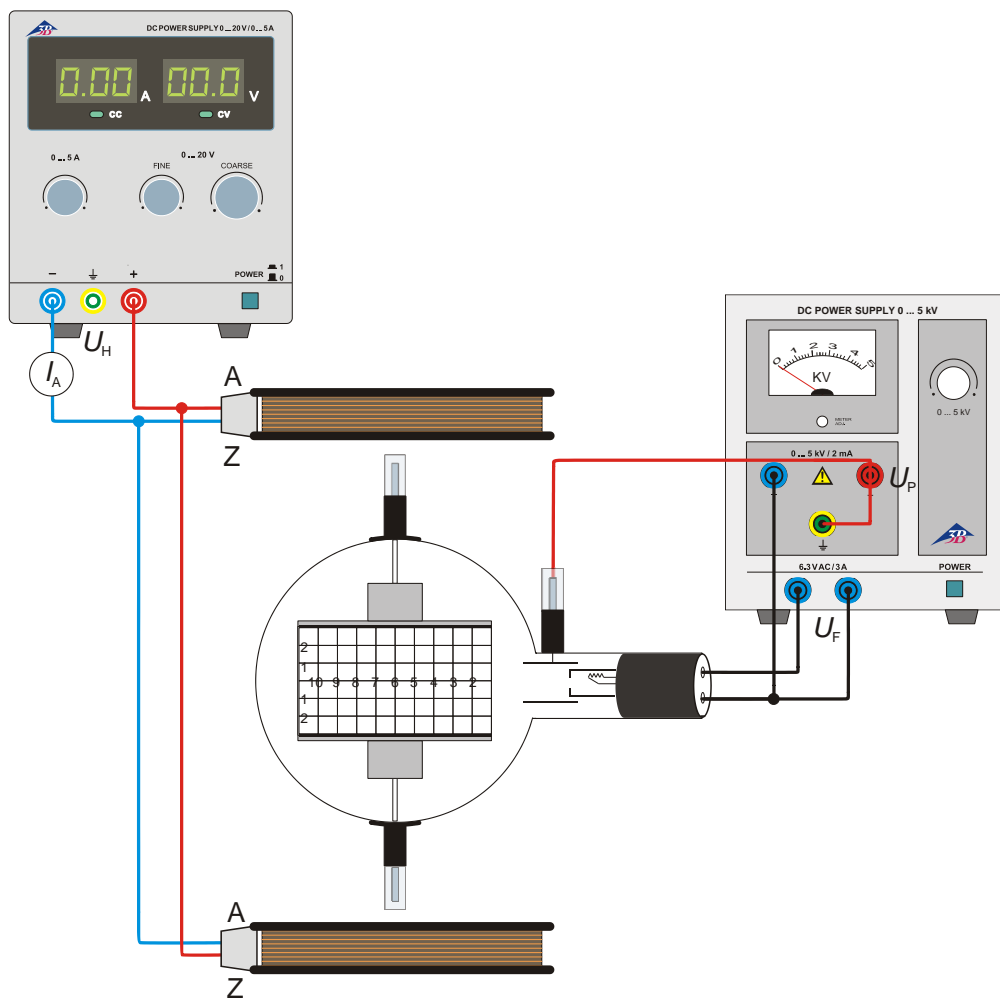

Fig. 2 Desvio magnético
- Efetuar a conexão dos tubos conforme a fig. 2. Sendo que o pólo negativo da tensão anódica deve ser ligado com o conector de 4 mm com a indicação de negativo no gargalo do tubo.
- Montagem da experiência conforme fig. 2.